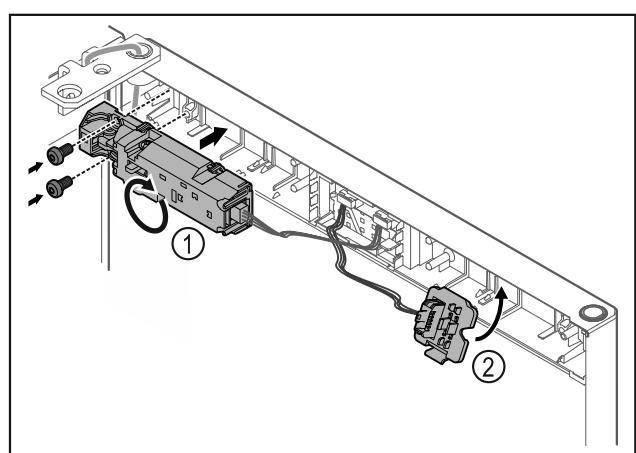

Fig. 24
- Pasukite nuotolinį užraktą Fig. 24 (1) 180° ir pritvirtinkite priešingoje pusėje.
► Užfiksuojite kištuko laikiklį Fig. 24 (2) priešingoje pusėje.